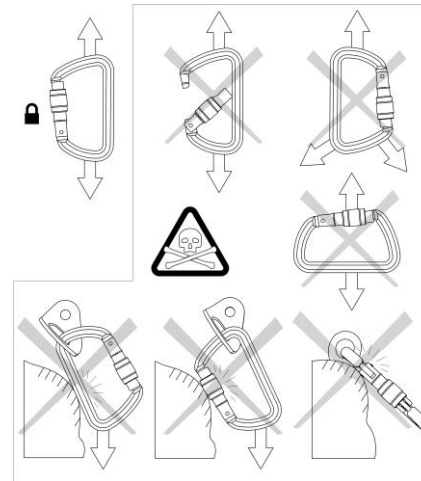

Рис. 3
- Не используйте нагрузки под углом или через перегиб. (Рис.3).